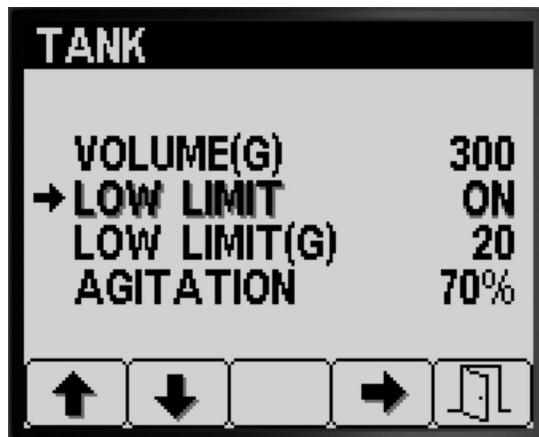

図 13
1. ボタン1と2で残量リミットオプション間の移動図13。
2. ボタン4でタンク残量警告のONとOFFを設定図13。